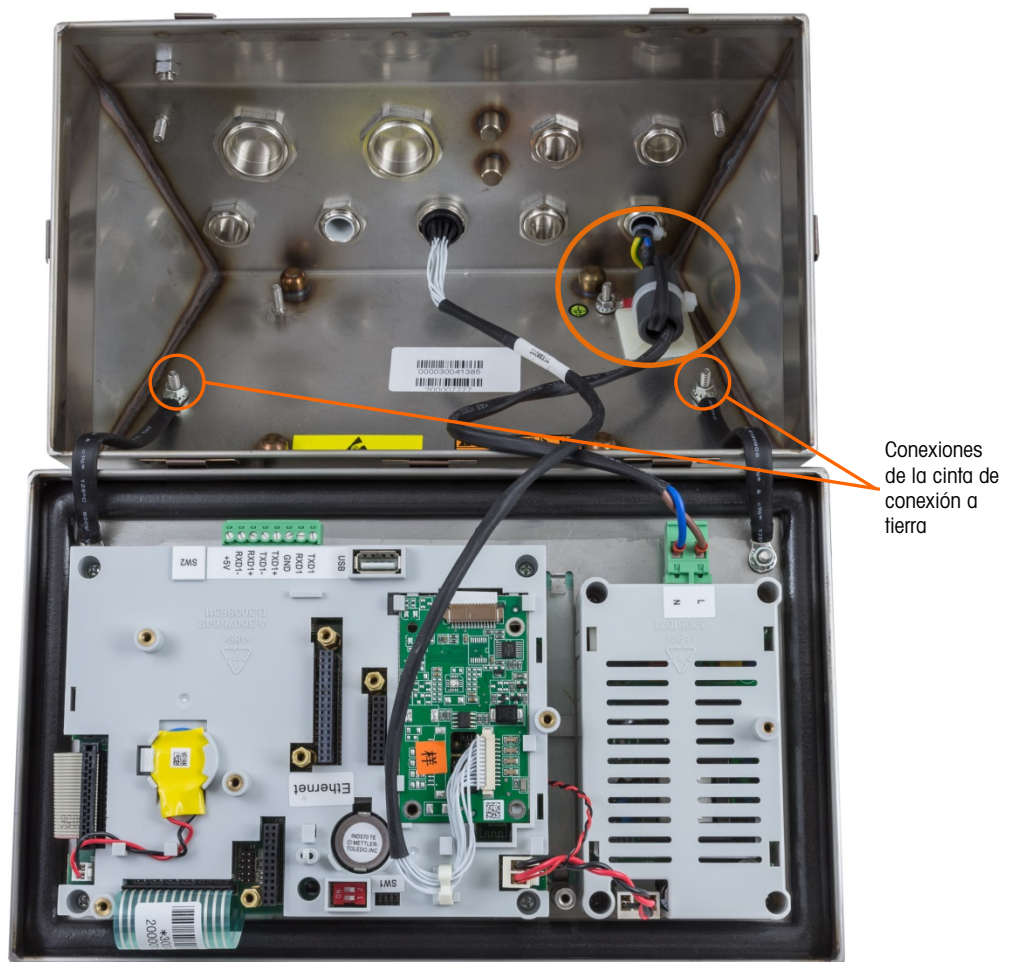

Figura 2-14: Para aflojar las cintas de conexión a tierra
- F. Afloje y quite las dos tuercas que fijan las cintas de conexión a tierra (estas también funcionan como bisagras para la tapa frontal) con la caja posterior. Vea la Figura 2-14.